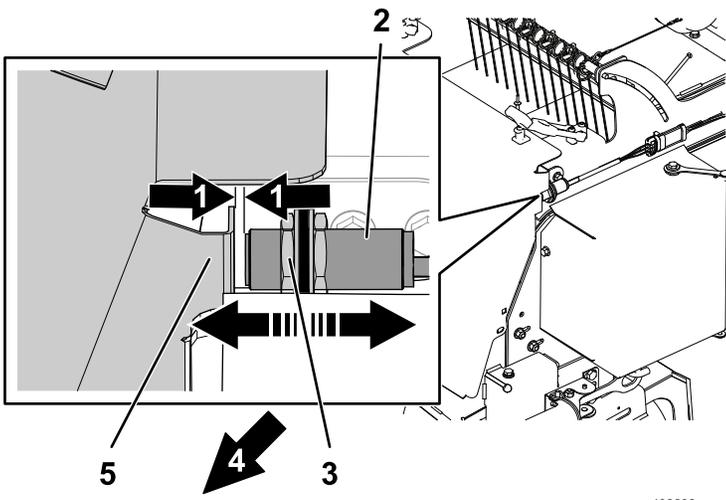

Bild 10
8. Stellen Sie den Abstand zwischen dem Sensor und der Füllkastenklappe mit Hilfe der Einstellmutter auf 3 mm ein, wie in Bild 10 dargestellt. Der Spalt sollte nicht breiter als 6 mm sein.